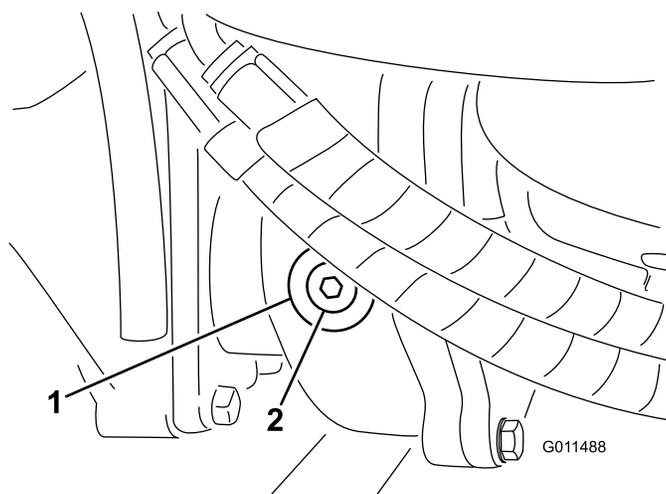

Figura 16
2. Togliete il tappo di controllo/riempimento dal lato sinistro del riduttore (Figura 16) e verificate che il lubrificante raggiunga la base del foro. Se il livello è basso, rabboccate con lubrificante fino a portarlo alla base del foro.